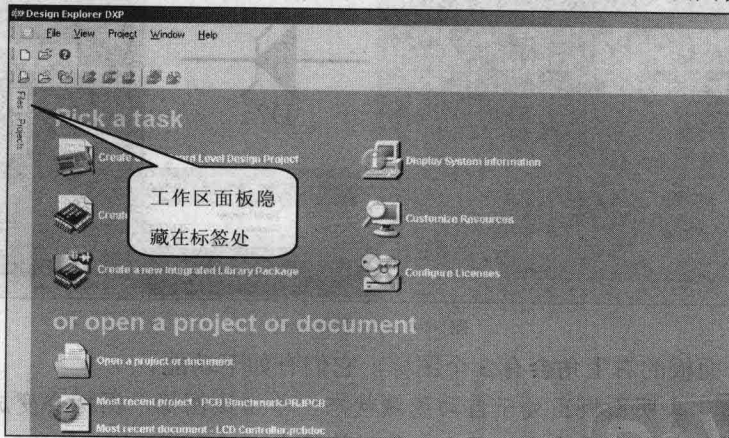

图 1-17 面板靠边隐藏方式
(1) 自动隐藏方式。如图 1-17 所示,该图中的面板处于自动隐藏方式。要显示某一工作窗口面板,可以将鼠标指针放在相应标签上或者单击该标签,工作窗口面板会自动弹出。当鼠标指针移开该面板一定时间或者在工作区单击鼠标左键后,该面板会自动隐藏。